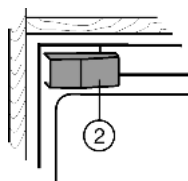

Fig. 10
- ▶ Снимите крышку Fig. 10 (2).
- ▶ При первом монтаже: Снимите крышку Fig. 6 (3) со среднего кронштейна Fig. 10 (11).